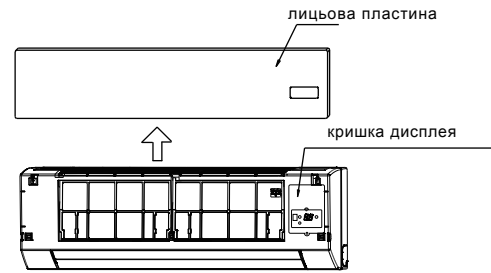

Рис. 7-1
- Вийміть передню панель, потім демонтуйте кришку дисплея. (Див. рис. 7-1)